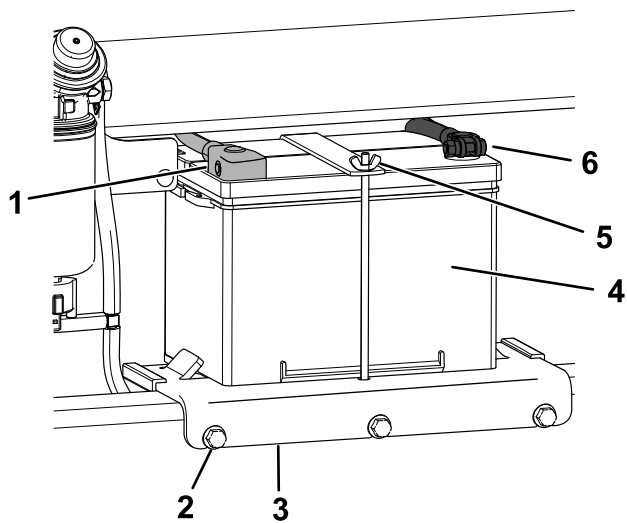

Figura 58
4. Desconecte el cable negativo de tierra (negro) del borne de la batería (Figura 58). Guarde las fijaciones.
6. Desconecte el cable positivo (rojo) del borne de la batería (Figura 58). Guarde las fijaciones.
7. Afloje los 3 pernos que sujetan la bandeja de la batería y retire la bandeja con la batería (Figura 58).
1. Coloque la batería en la bandeja de la batería y sujétela con la tuerca de orejeta y la varilla (Figura 58).
2. Instale la bandeja de la batería en la máquina y sujétela con los 3 pernos (Figura 58). Apriete los pernos a 41 N·m (30 pies-libra).
3. Usando las fijaciones que retiró anteriormente, conecte el cable positivo (rojo) al borne positivo (+) de la batería (Figura 58).
5. Usando las fijaciones que retiró anteriormente, conecte el cable negativo (negro) al borne negativo (-) de la batería (Figura 58).